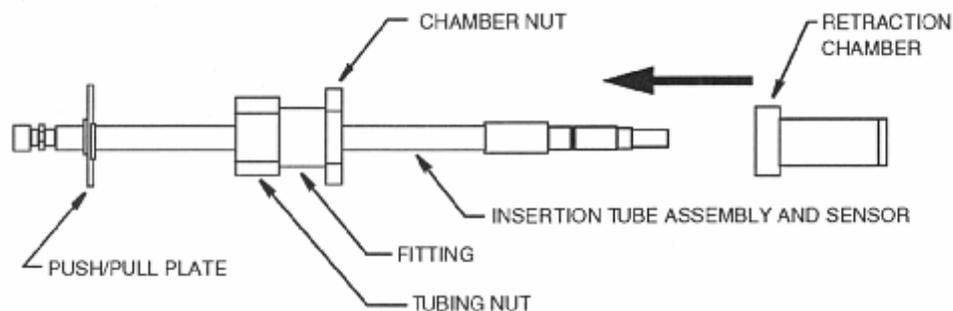

Figura 12. Retirada del conjunto del tubo de inserción del proceso
- Consultando la figura 12, afloje ligeramente la tuerca del tubo y extraiga el conjunto del tubo de inserción del proceso todo lo posible. Reapriete la tuerca del tubo.